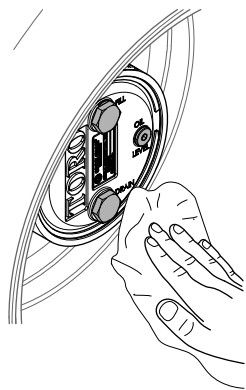

図 108
3. プラネタリハウジングとブレーキハウジングをきれいに拭く 図 108。